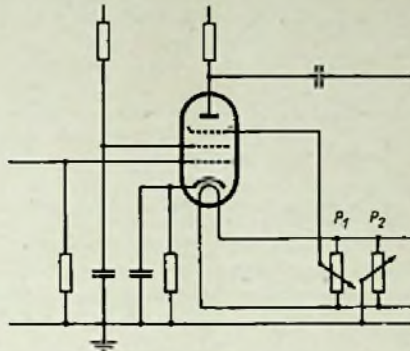

Abb. 1. Kompensationschaltung zur Verminderung des Netzbrumms
Einzelheiten über die Durchführung der Widerstandsanalyse an einem Einkreisler, ähnlich dem in Abb. 1 skizzierten, zeigt Abb. 4. Die eingeschriebenen Sollwerte beziehen sich entweder auf das Chassis und sind dann mit einem Minuszeichen versehen, oder auf den positiven Pol des Siebkondensators; sie sind dann durch ein Pluszeichen markiert. Abweichungen vom Sollwert um $\pm 10\%$ gelten nicht als Fehler, weil das die Toleranz gebräuchlicher Widerstände ist. Wie das Schalt-schema erkennen läßt, werden taube Kondensatoren nicht ohne weiteres erkannt. Mit einem Ohmmeter der oben beschriebenen Art ladet man aber die am Meßweg liegenden Kondensatoren auf und kann dadurch ihren Zustand nach dem einmaligen großen Ausschlag des Instruments beim Berühren der Meßpunkte beurteilen.
*) Es braucht der Röhre lediglich eine Steuerspannung zugeführt zu werden, die eine zur Brummspannung gegenphasige Steuerung des Anodenstromes bewirkt. Am einfachsten ist diese Kompensation bei einer Pentode, deren Bremsgitter man nach Abb. 1 einen Teil der Heizspannung zuführt, statt dieses unmittelbar an Erde zu legen. Die so am Bremsgitter liegende Wechselspannung steuert die Anodenspannung gegenphasig; am zweckmäßigsten legt man das Bremsgitter an den